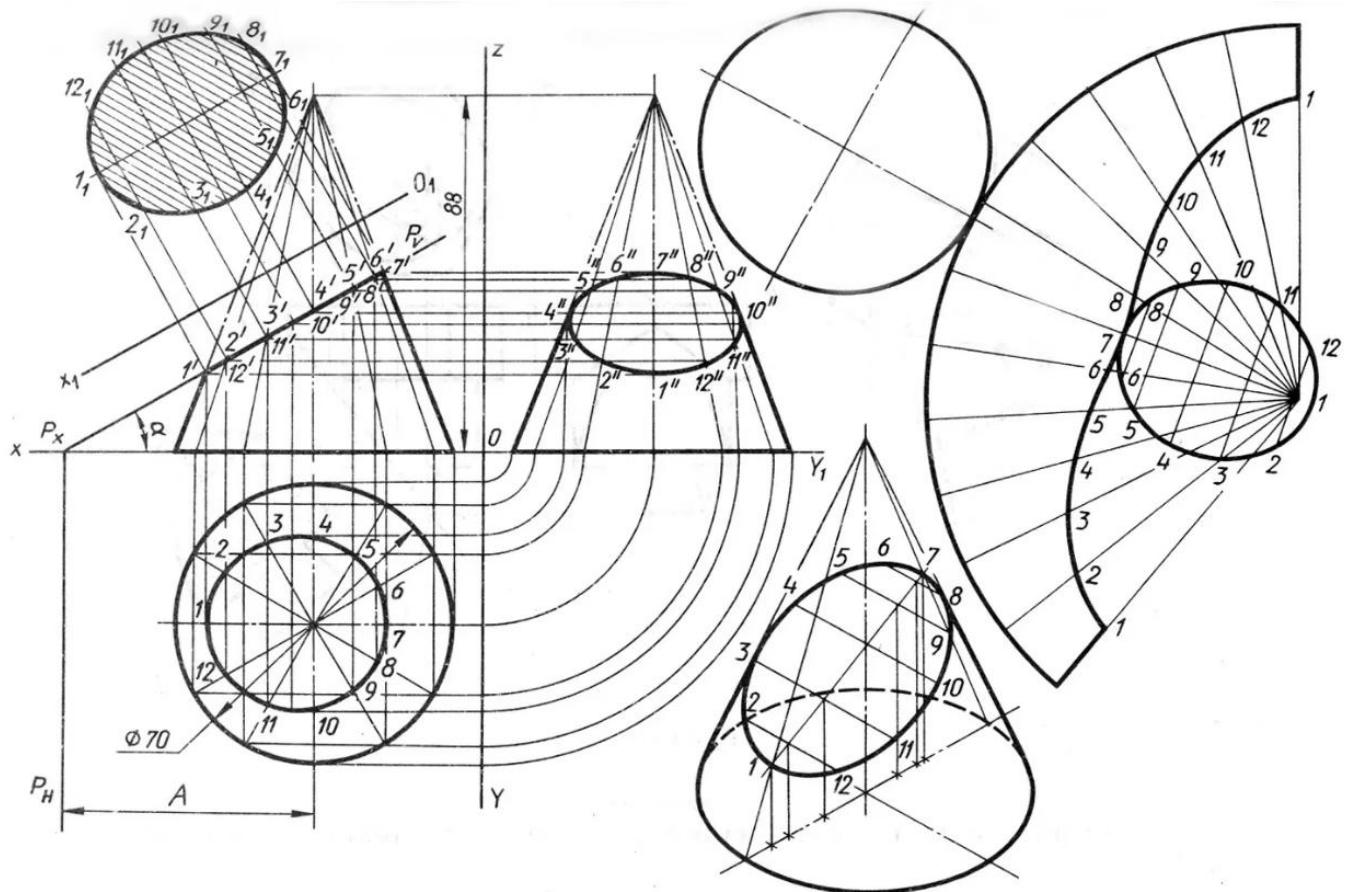

Рисунок 27 - Комплексный чертёж «Сечение конуса плоскостью»
2. Выполните комплексный чертеж усеченного геометрического тела, пример см. рис. 27;
2. Выполнить комплексный чертеж пересечения тела вращения с многогранником способом секущих плоскостей, пример оформления чертежа см. рис.27;